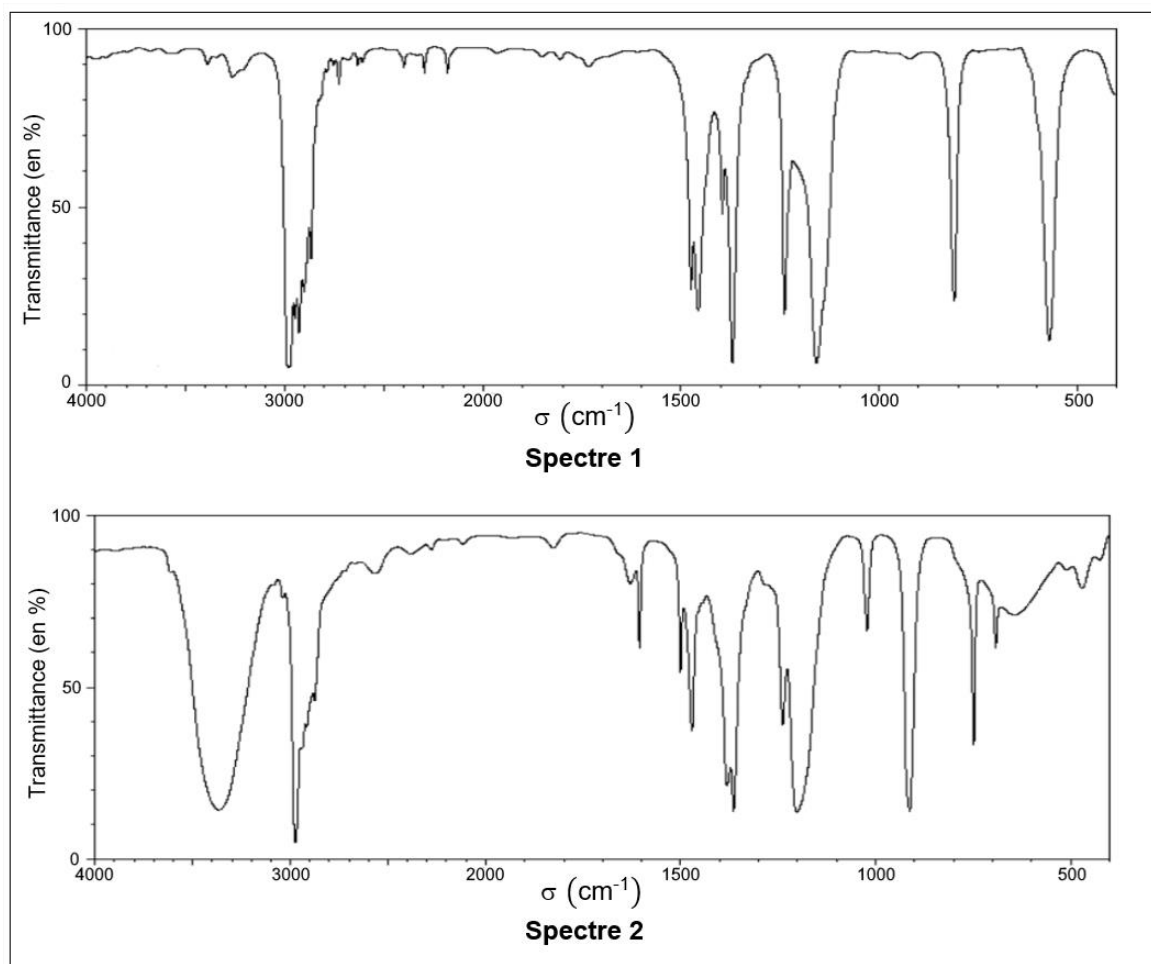

Figure 1. Les spectres IR
Q.5. La figure 1 fournit les spectres IR du tertibutanol et du chlorure de tertibutyle. Attribuer chaque spectre à une espèce chimique en explicitant le raisonnement.